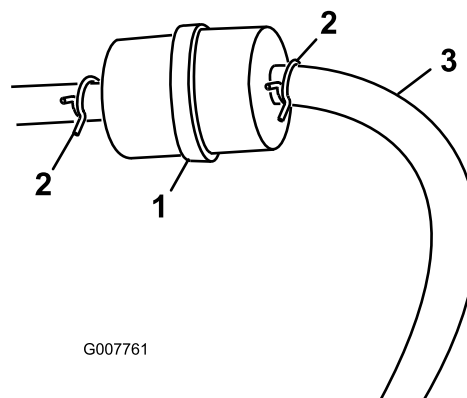

Рисунок 27
3. Сожмите концы шланговых хомутов и сдвиньте их с фильтра (Рисунок 27).
5. Установите новый фильтр и передвиньте шланговые хомуты ближе к фильтру (Рисунок 27).
3. Ослабьте шланговый хомут на топливном фильтре и отодвиньте его по топливному трубопроводу от фильтра (Рисунок 27).
4. Отсоедините топливный трубопровод от топливного фильтра (Рисунок 27).
Примечание: Слейте бензин в канистру для топлива или сливной поддон (Рисунок 27).
- Установите топливный трубопровод на топливный фильтр. Передвиньте шланговый хомут к топливному фильтру, чтобы закрепить топливный трубопровод (Рисунок 27).